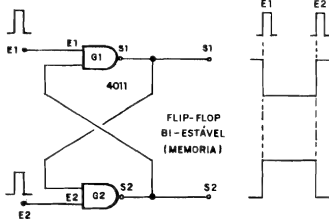

Fig. 7
- FIG. 7 - FLIP-FLOP BI-ESTÁVEL (CÉLULA DE MEMÓRIA) COM GATES C.MOS - O diagrama mostra o equivalente, com **gates** digitais C.MOS, do circuito visto na fig. 2 (com transístores...). Observem as "formas" dos sinais presentes nas suas Entradas E1 e E2, bem como os correspondentes "resultados" nas Saídas S1 e S2... Se, num exemplo, quisermos "arquivar na memória" um dígito "1" (na Saída S2...) basta aplicarmos um breve pulso "1" na Entrada E1... S2 irá para "1" e assim ficará, até que a memória seja "apagada" (pela apli-